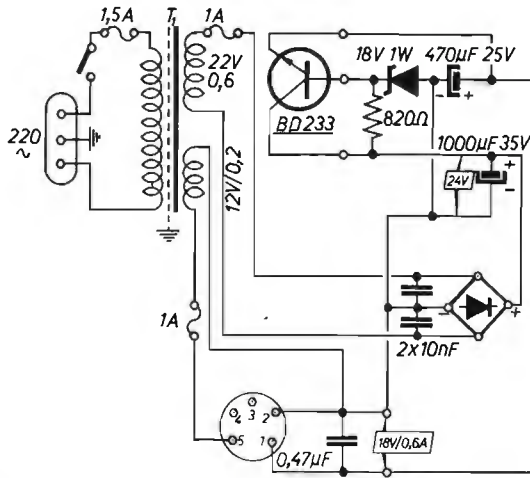

figura 3
A) Il circuito elettronico, che è rappresentato nella figura 2, è totalmente realizzato con integrati e transistori che sono installati su circuiti stampati. I vantaggi che presenta questa soluzione sono numerosi e tra essi posso rammentare il basso consumo, l'assenza di manutenzione perché la durata è quasi illimitata, la robustezza e la compattezza del complesso. Il circuito ha alcune caratteristiche particolari sulle quali vorrei richiamare l'attenzione del lettore. Anzitutto l'alimentazione è a bassa tensione. Questa alimentazione può essere prelevata dal monitor « Raider » oppure costruendo l'alimentatore della figura 3.